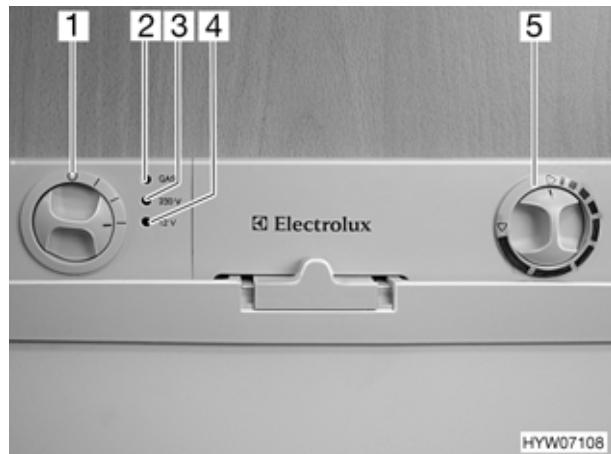

Fig. 132 Comandi del frigorifero (variante 3)
- Posizionare il selettore di energia (Fig. 132,1) su "GAS".
- Posizionare il pomello girevole (Fig. 132,5) sulla potenza massima. L'alimentazione di gas è ora aperta. L'accensione avviene automaticamente. L'indicazione di funzionamento "GAS" (Fig. 132,2) diventa gialla. È udibile un ticchettio fino a quando procedura di accensione non è stata portata a termine.
- Posizionare il selettore di energia (Fig. 132,1) su "O". Il frigorifero è spento.
- Posizionare il selettore di energia (Fig. 132,1) su "230 V". L'indicazione di esercizio "230 v" (Fig. 132,3) diventa verde.
- Impostare la temperatura di refrigerazione con il pomello girevole (Fig. 132,5).
- Posizionare il selettore di energia (Fig. 132,1) su "12 V". L'indicazione di esercizio "12 v" (Fig. 132,4) diventa verde.